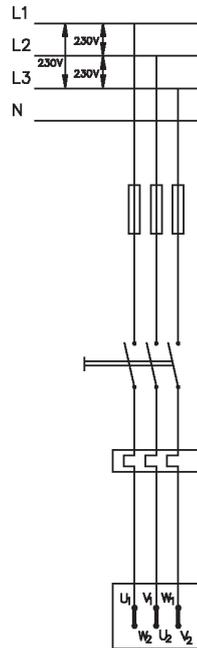
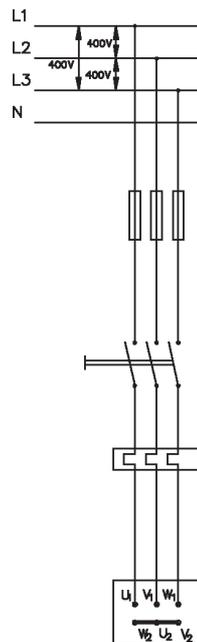
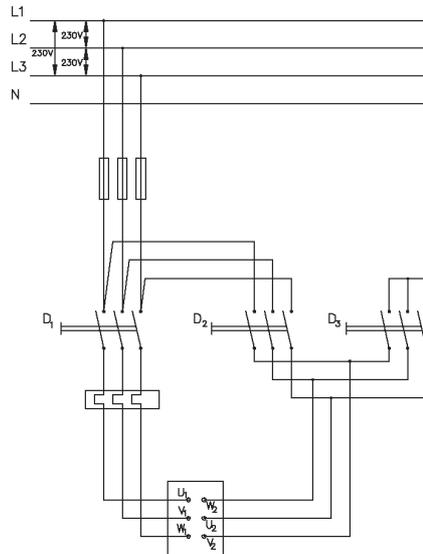

Figure 7:
Figure 8:
Figure 9:
- 230/400 V : Le moteur peut être raccorderé entre les phases au réseau de 230 V. Les reglettes de bornes sont raccorderées selon une configuration triangulaire (voir figure 7). Si le moteur est à raccorder entre phases à un réseau de 400 V, les reglettes de bornes sont raccorderées selon une configuration étoile (voir figure 8).
- 400 V Δ : Au réseau de 400V, ce moteur doit être raccordé entre les phases selon une configuration des bornes (figure 8) triangle. Les moteurs d'une puissance de 3 kW ou plus élevé ne peuvent généralement pas être démarrés, raccordés selon une configuration triangle (le courant de démarrage direct sera trop élevé). Le moteur est d'abord démarré en étoile (voir figure 9: contacteurs de D1 et de D3 fermés) et après quelques secondes – lorsque le moteur a atteint son régime normal – commuté en configuration triangle (contacteurs D1 et D2 fermés et D3 ouvert). Ceci est possible en raccordant le moteur par un démarreur étoile-triangle.